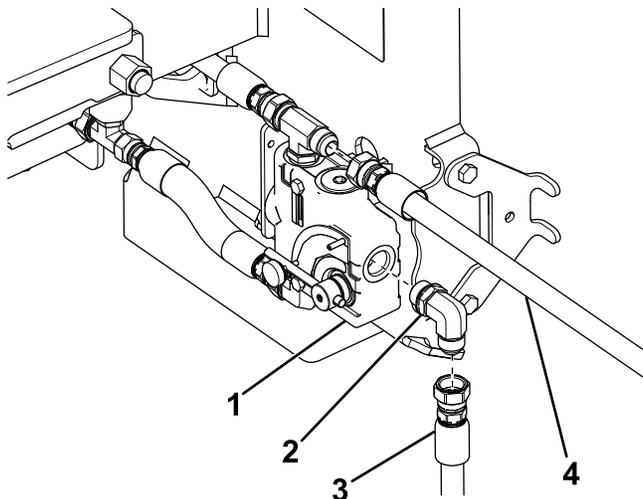

Bild 6
2. Befestigen Sie das 90°-Anschlussstück des Schlauchs am Durchfluss-Regelventil (Bild 6) und ziehen Sie die Mutter mit einem Drehmoment von 81 N·m fest.
3. Verbinden Sie den kurzen Schlauch mit dem 90°-Anschlussstück (Bild 6).
4. Schließen Sie den langen Schlauch am verbleibenden Anschluss des Durchfluss-Regelventils an (Bild 6).